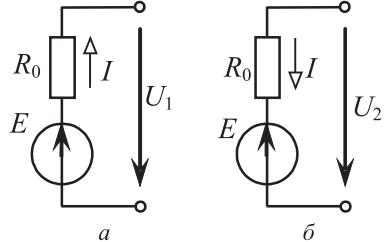

Рис. 1.1
**Задача 1.1.** При прохождении тока  $I = 10$  А через источник ЭДС в одном направлении напряжение между его зажимами  $U_1 = 110$  В, а при том же токе, проходящем в обратном направлении, напряжение  $U_2 = 130$  В (рис. 1.1). Определить ЭДС, внутреннее сопротивление источника и мощность, отдаваемую им во внешнюю цепь или получаемую из нее.
На рис. 1.1, *a* направления ЭДС и тока одинаковы. Это означает, что данный источник ЭДС работает в режиме генератора, т.е. он отдает во внешнюю цепь мощность
При встречном направлении ЭДС и тока (рис. 1.1, *б*) источник ЭДС работает в режиме приемника энергии, потребляя из внешней цепи мощность